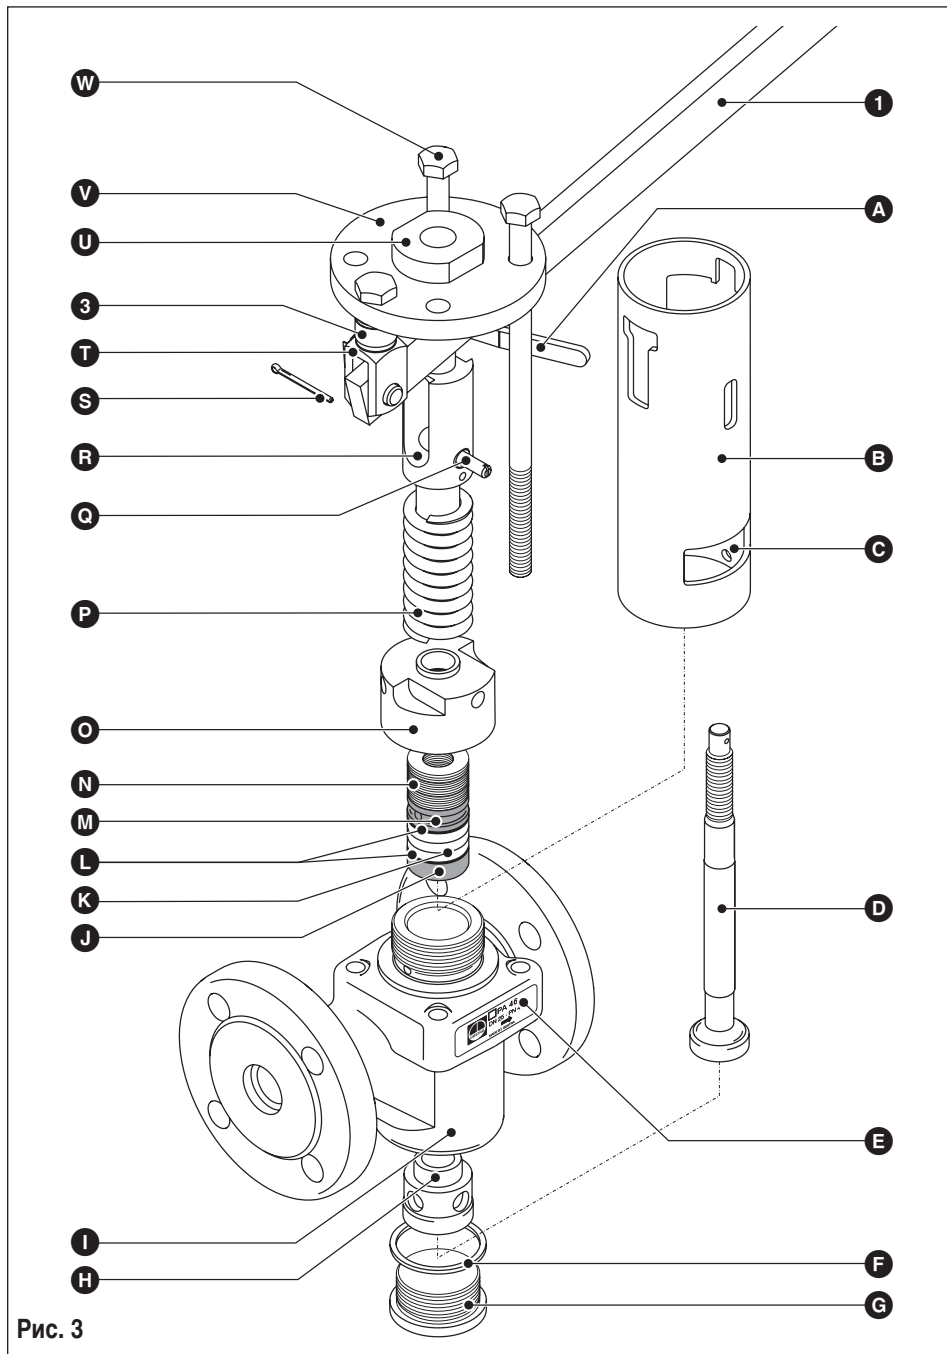

Рис. 3
1. Снимите держатель **3** для вильчатой головки **T** и извлеките рукоятку **1**. **Рис. 3**